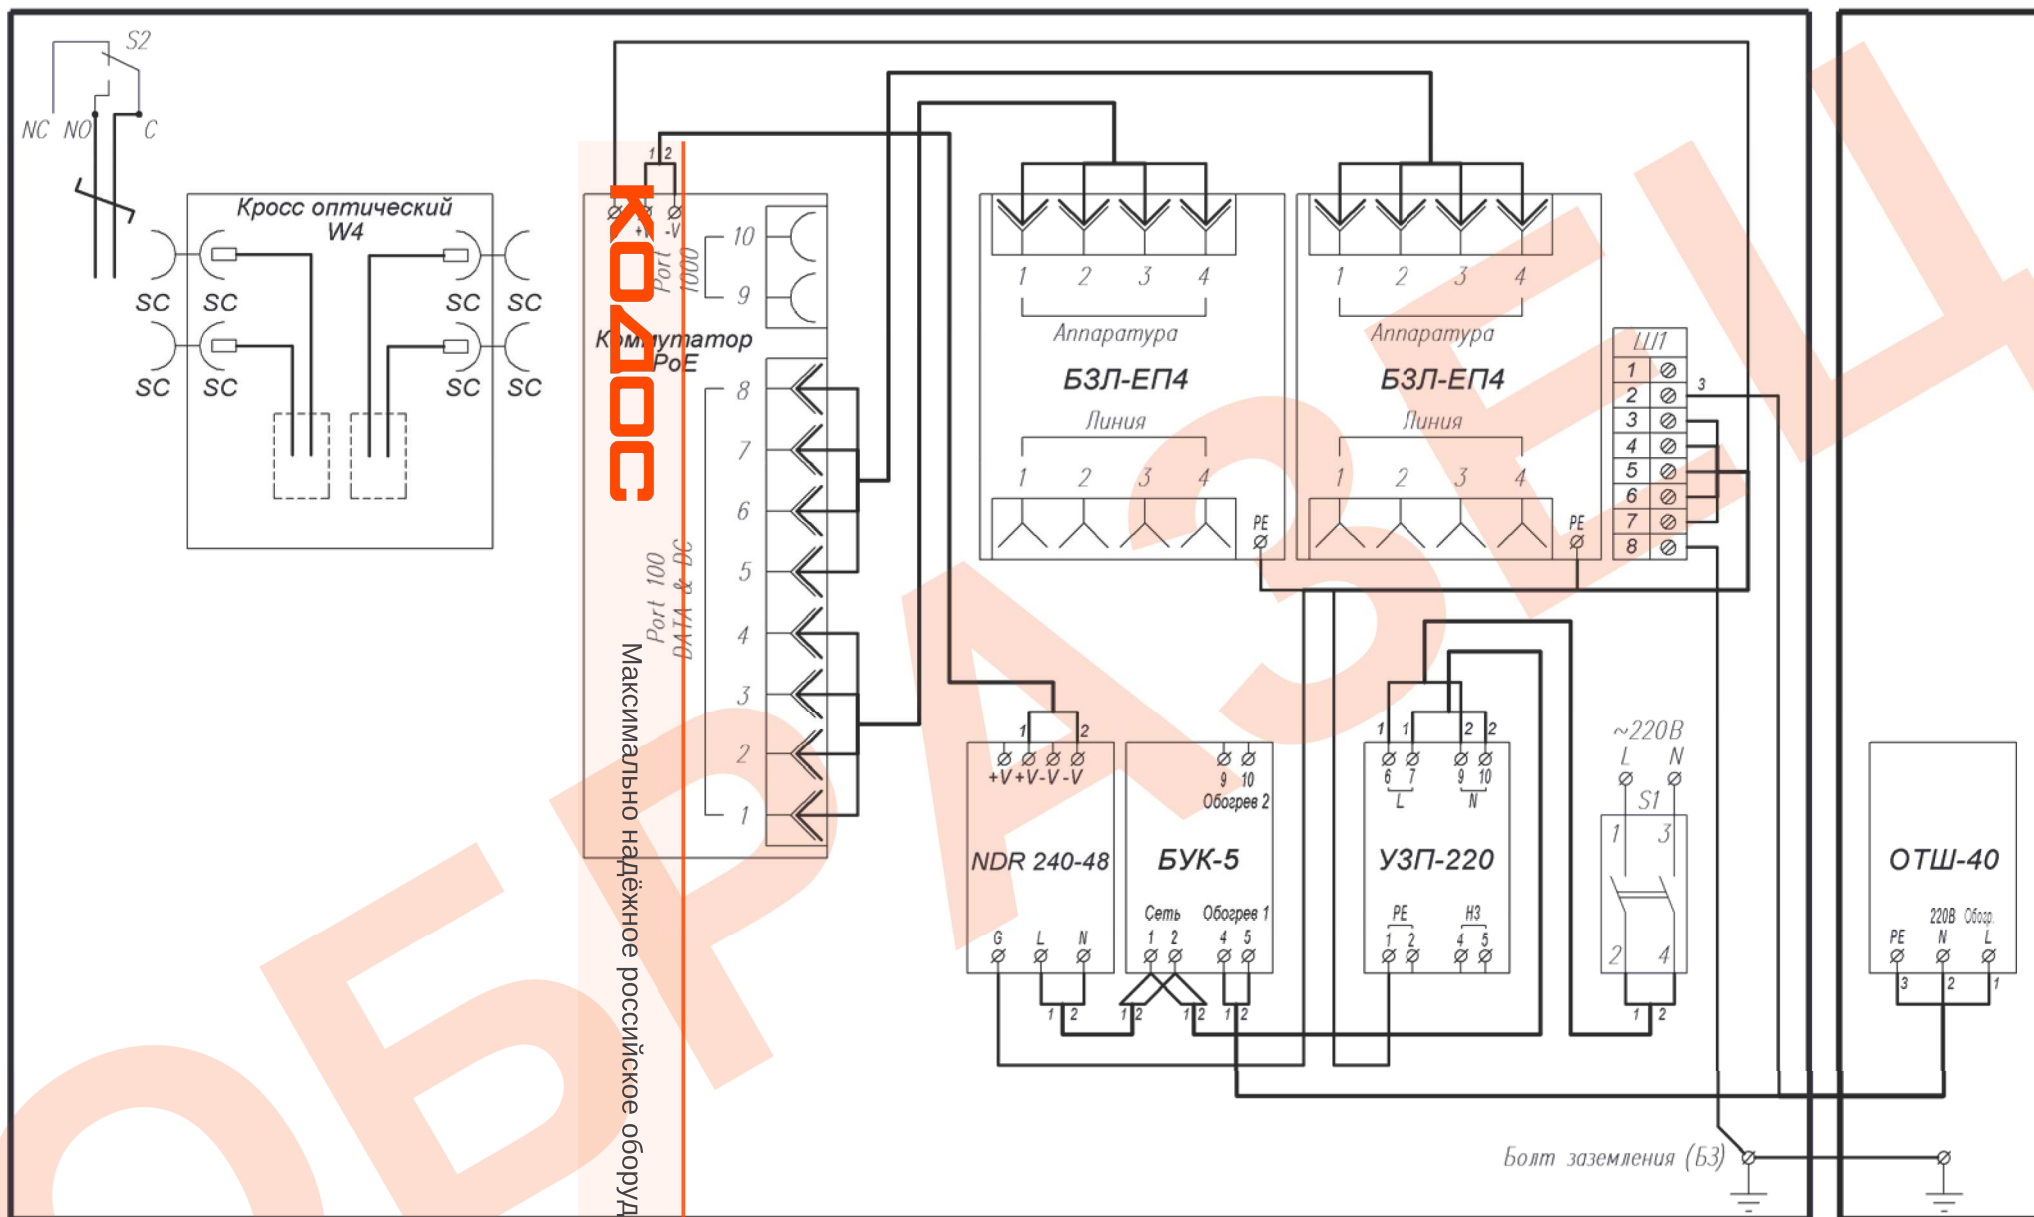

Рис.1 Схема электрическая принципиальная
1. Заземлить изделие при помощи болта заземления (рис.1).
6. Подключить кабель питания к входу автомата питания S1 (сечение подключаемых проводов до 25 мм²), при этом фазный провод (L) соединить с контактом 1, нулевой провод (N) с контактом 3.